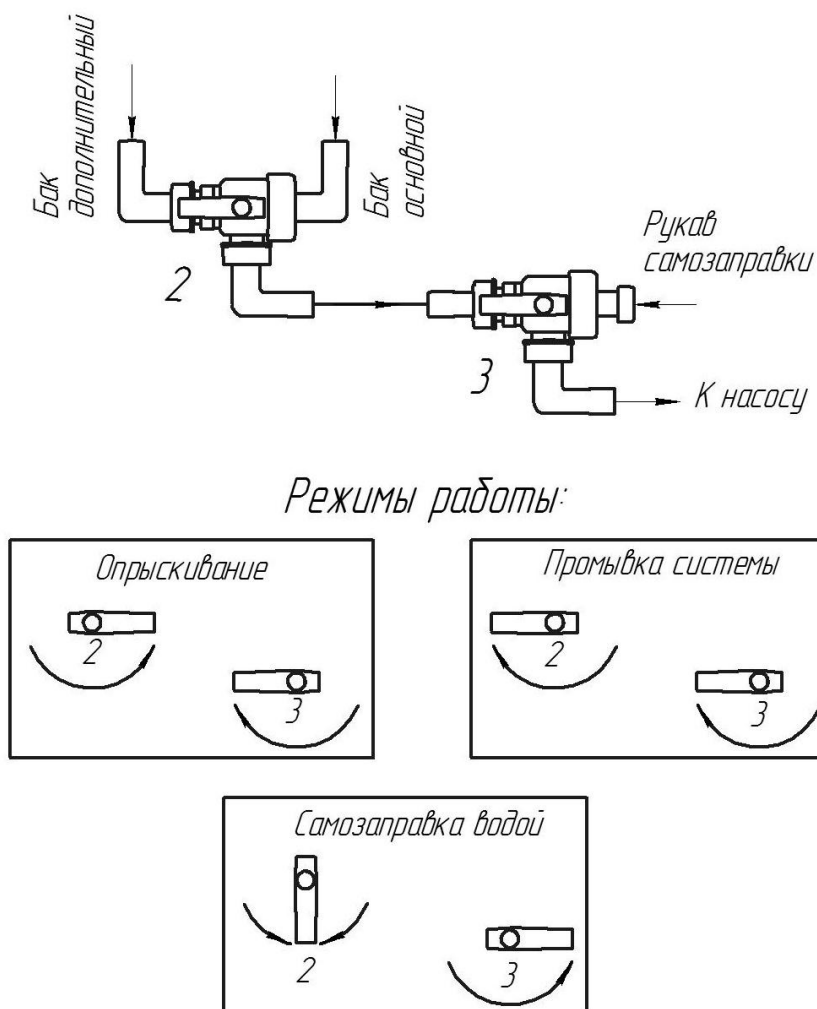

Рис. 9. Положения рукояток трехходовых кранов при различных режимах работы. см. обозначения на гидравлической схеме (рис. 8).
5.4.1. Опрыскиватель может работать в следующих режимах (рис. 9):
б). Установить рукоятки трехходовых кранов 2 и 3 (рис. 9) в положение «Опрыскивание».
- а). Установить рукоятки трехходовых кранов 2 и 3 (рис. 9) в положение «Опрыскивание».